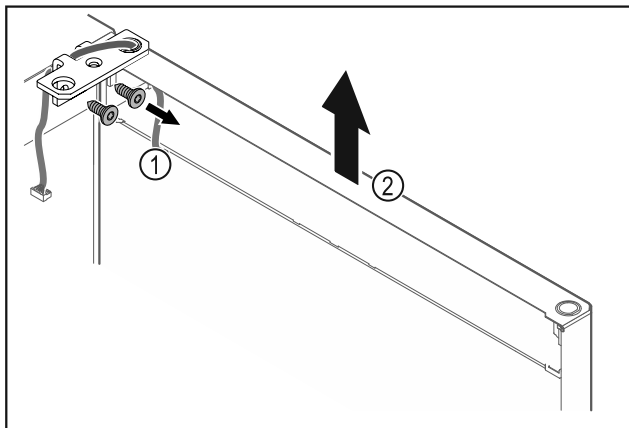

Fig. 18
- ▶ Kruvige šarniirnergik Fig. 18 (1) maha.
- ▶ Tõstke ust koos šarniirnergikuga Fig. 18 (2) umbes 200 mm otse ülespoole ja võtke maha.